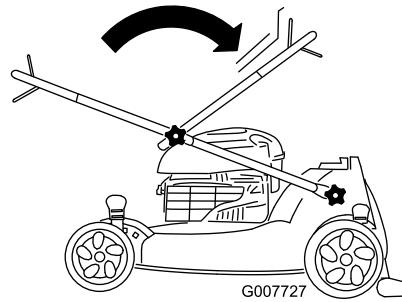

Figure 3
1. Dépliez le guidon comme illustré à la Figure 3 et Figure 4.